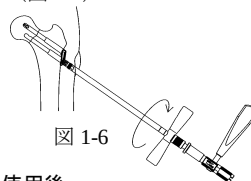

図 1-6
- スライディング SB と挿入器 L を接続し、遠位側フランジ部のロッキングホールを介して挿入します。パラレル T レンチでバレルを所定の位置までねじ込んだ後、フックを突出させます。(図 1-6)